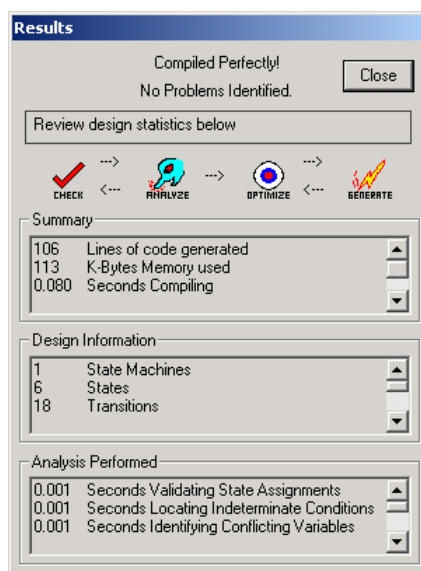

图9-33 编译正确信息对话框
- (1) 单击  按钮，进行编译，选择删除冗余条件。编译结束后，看到编译正确信息对话框如图 9-33 所示。